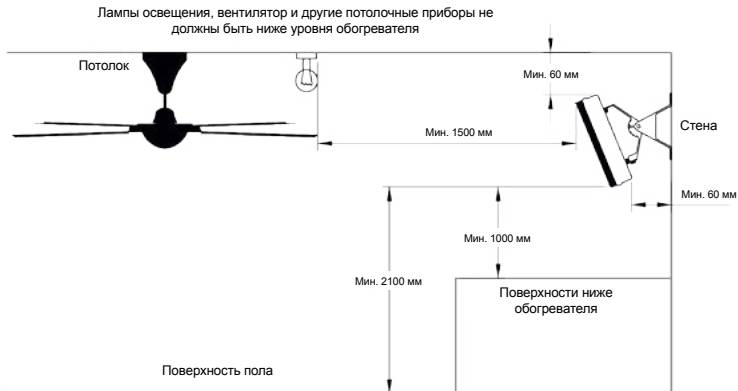

Рис. 2
3. В соответствии с рис. 2, 3, 4 определите место установки обогревателя на потолке или на потолочных конструкциях с соблюдением минимальных расстояний от предметов и минимального расстояния от пола.